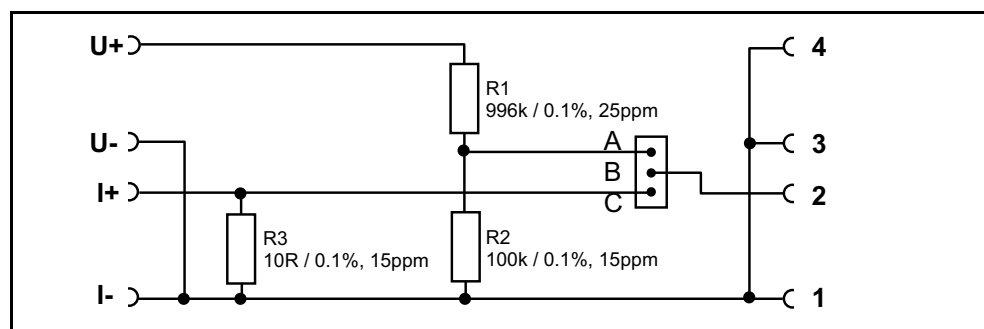

Bild 10 Stromlaufplan U/I-Eingangsstecker
Der Stromlaufplan des U/I-Eingangssteckers ist in Bild 10 dargestellt.
3. Soll der U/I-Eingangsstecker in Zusammenhang mit einer anderen ("kundspezifischen") Sonderkennlinie verwendet werden, so ist bei der Kennlinieneingabe der Spannungsteiler R1, R2 bzw. der Stromshunt R3 des U/I-Eingangssteckers zu berücksichtigen (siehe Stromlaufplan Bild 10).